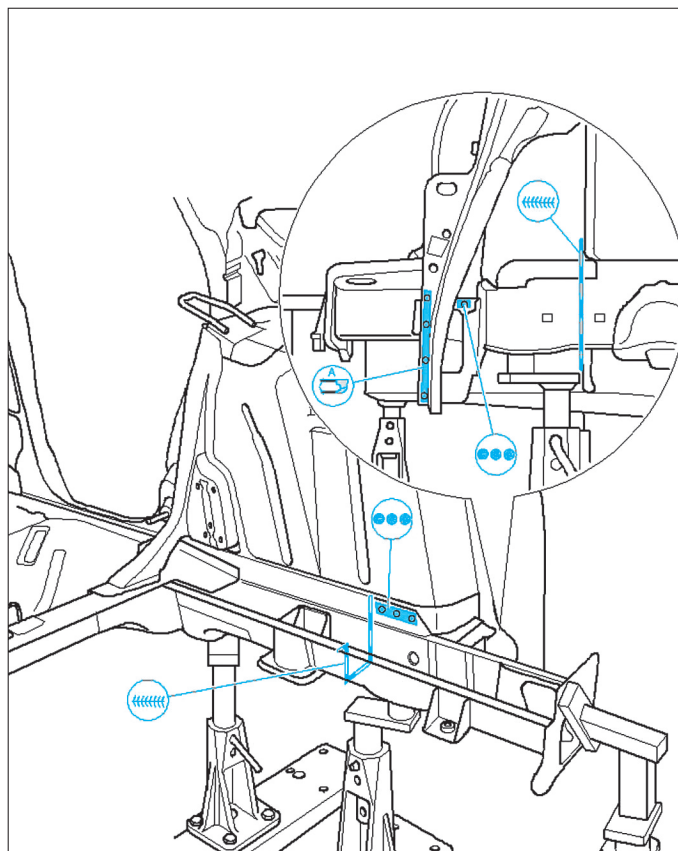

FIG. 73
- Effectuer les soudures correspondantes (Fig.73).